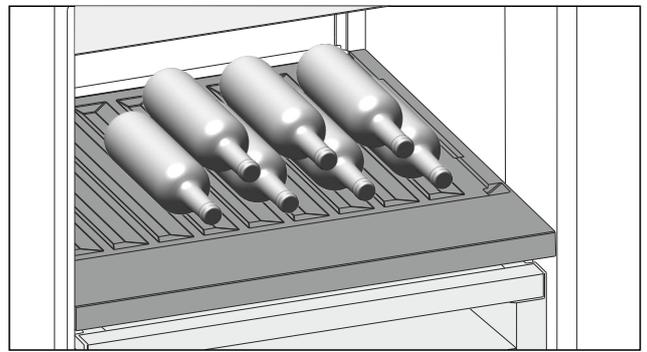

Fig. 157
- ▶ Flaschen mit dem Boden nach hinten zur Rückwand einlegen. (siehe Fig. 157)